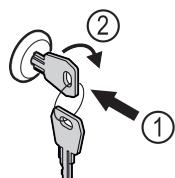

Fig. 152 Примерно изображение
- Пъхнете ключа Fig. 152 (1).
- Завъртете го на 90° по посока на часовниковата стрелка Fig. 152 (2).